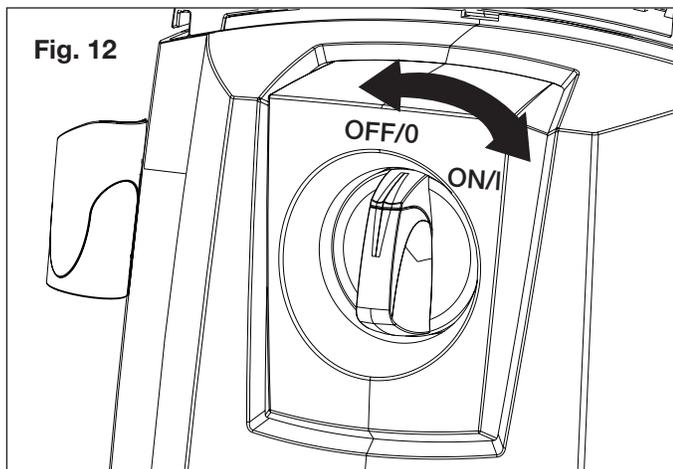

Fig. 12
11. Verifique que el interruptor del motor esté en la posición de apagado (OFF/0) antes de enchufar la unidad al tomacorriente (Fig. 12).
5. Manteniendo el gatillo presionado, coloque el interruptor en la posición de encendido (ON/I) para encender la hidrolavadora (Fig. 12).